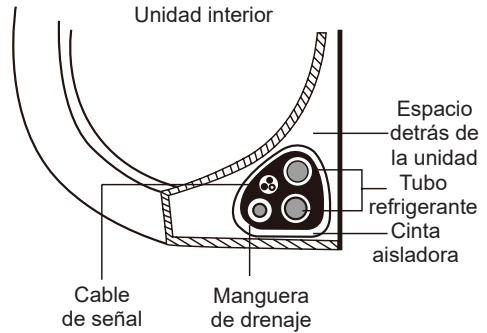

Fig. 3.12
- Envuelva la manguera de drenaje, las tuberías refrigerantes y el cable de señal de acuerdo con la Fig. 3.12
- Utilice cinta aisladora para envolver bien el cable de señal, las tuberías refrigerantes y la manguera de drenaje. Compruebe que todos los elementos estén juntos de acuerdo con la Fig. 3.12.